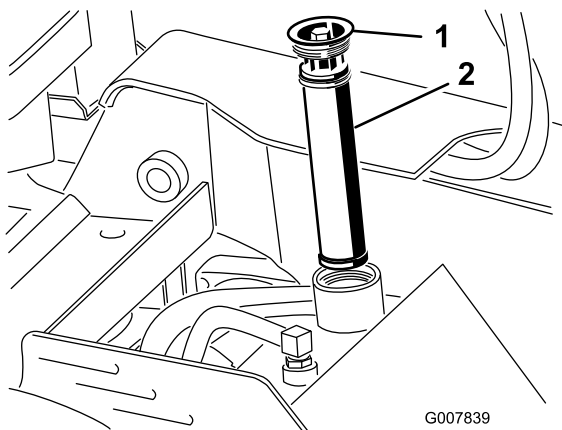

Figura 58
4. Togliete il filtro dell'olio e gettatelo (**Figura 58**).
5. Inserite il filtro idraulico di ricambio e il tappo di riempimento (Figura 58) e serrate il bullone in alto a una coppia compresa tra 13–15,5 N·m.
5. Togliete il tappo di riempimento del serbatoio idraulico e il filtro (Figura 58).
10. Inserite il filtro idraulico e il tappo di riempimento (Figura 58) e serrate il bullone in alto a una coppia compresa tra 13–15,5 N·m.